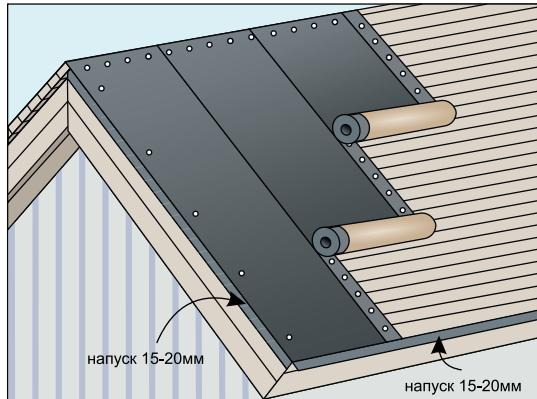
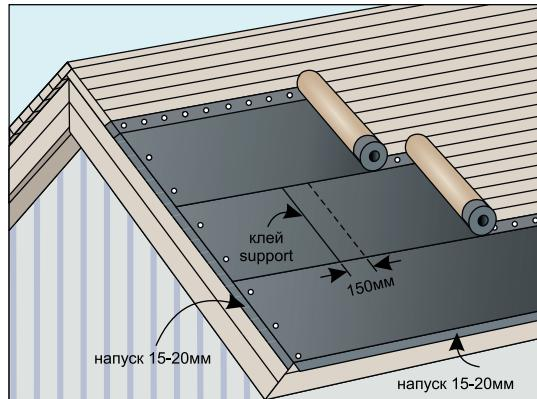

Рис. 8
Рис. 9
- Подкладочный ковер раскатывается (закрепляется) вертикально по скату от конька к карнизному свесу (рис.8). При уклоне кровли от 12° до 18° горизонтально (параллельно) к карнизному свесу с нахлестом не менее 150 мм (рис.9);